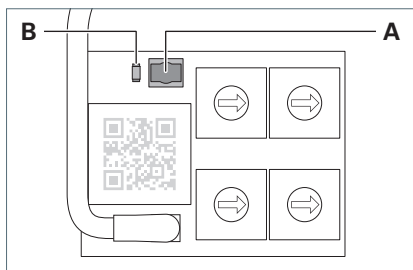

Fig. 13: Taste und LED.
- Drücken Sie die Taste **A** und halten Sie die Taste 10 Sekunden gedrückt, siehe Fig. 13.